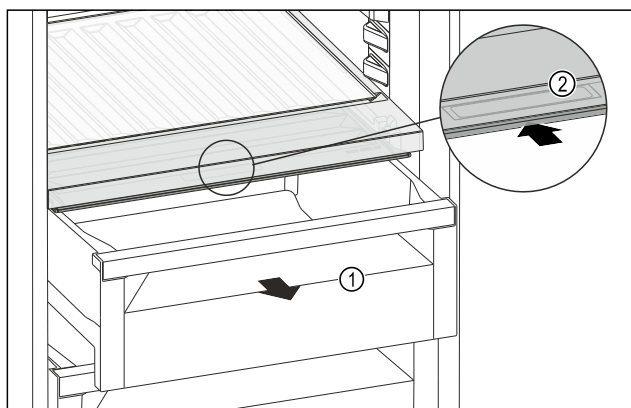

Fig. 89
- Izvucite ladicu Fig. 89 (1).
- Primite ručku Fig. 89 (2) na poklopcu pretinca i istodobno povucite poklopac pretinca prema natrag.